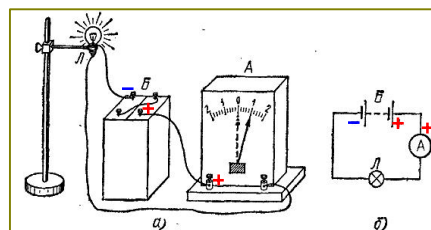

Рис. 75. Цепь с батареей (Б) лампочкой (Л) и амперметром (А); а) внешний вид; б) схема
3⁰. При измерении силы тока **амперметр включают в цепь последовательно с тем прибором, силу тока в котором измеряют, рис. 75.**
Поэтому при измерении силы тока амперметр можно включать в любое место цепи, состоящей из ряда последовательно соединенных проводников, так как сила тока во всех точках цепи одинакова. Если включить один амперметр в цепь до лампы (как на рис. 75 или 76, а), другой после нее (рис. 76, б), то оба они покажут одинаковую силу тока.
1. При включении в цепь амперметра так, как показано на рис. 75, сила тока была 0,5 А. Каковы будут показания амперметра при включении его в ту же цепь так, как изображено на рис. 76?